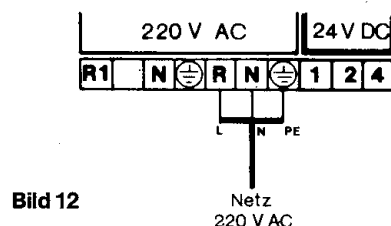

Bild 12
- Anschlußkabel an den Klemmen R, N und ⊕ anschließen (s. Bild 12).